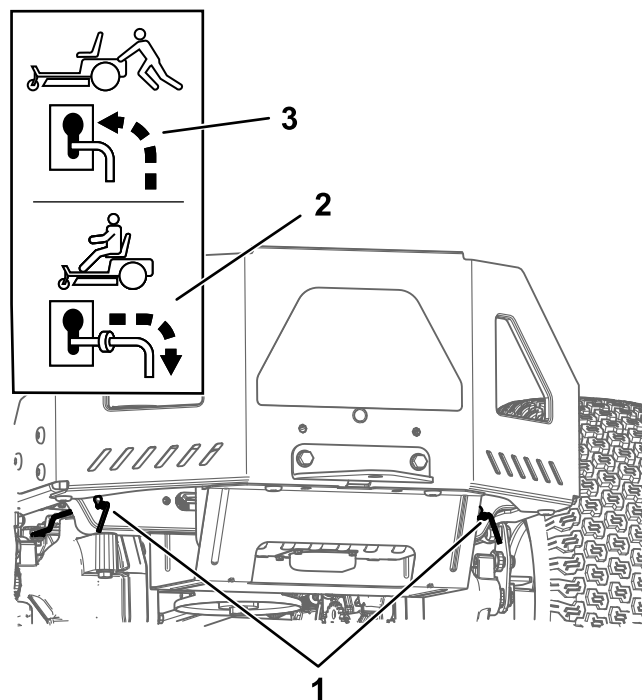

Figura 27
4. Mueva ambas palancas de desvío hacia delante a través del orificio ranurado y hacia abajo para bloquearlas en esa posición (Figura 27).